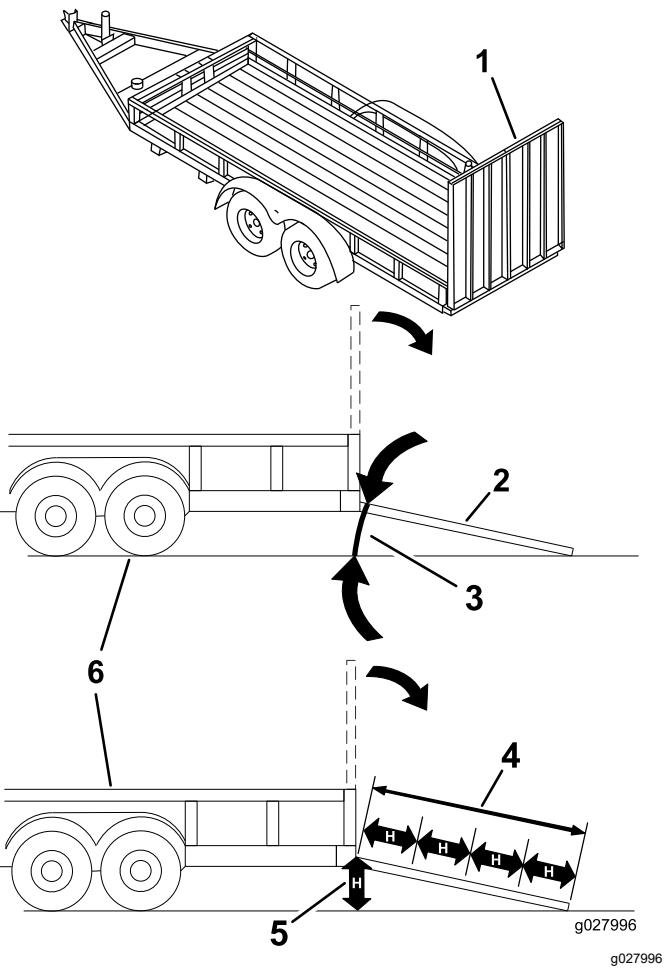

Bild 35
**Das Laden einer Maschine auf einen Anhänger oder einen Lastwagen erhöht die Umkippgefahr und könnte schwere oder tödliche Verletzungen verursachen (Bild 35).**
3. Senken Sie die Rampe ab und stellen Sie sicher, dass der Winkel zwischen der Rampe und dem Boden höchstens 15 Grad beträgt (Bild 35).
1. Senken Sie die Rampe ab und stellen Sie sicher, dass der Winkel zwischen der Rampe und dem Boden höchstens 15 Grad beträgt (Bild 35).